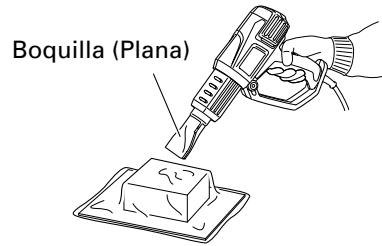

Fig. 8
3. Envoltura de calor (Fig. 8)